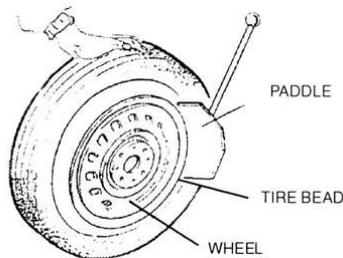

рис.5
- 1) **ВНИМАНИЕ:** Перед выполнением данного этапа полностью спустите воздух из шины, вывернув золотник, и уберите с колеса балансировочные грузы. 2) Полностью сведите кулачки на монтажном столе. 3) Отведите лопату отжима покрышки наружу вручную. Установите колесо напротив резинового буфера. Подведите лопату к покрышке на расстоянии 10 мм от края обода (см. рис. 5). 4) Нажмите педаль отжима до упора, для приведения в действие лопатки. Отпустите педаль, когда лопата переместиться до конца по своему ходу или когда покрышка сместиться во внутреннее углубление обода. 5) Немного поверните шину и повторите процедуру по всей окружности обода, пока покрышка не отойдет полностью от обода. 6) Повторите вышеописанное с другой стороной шины/колеса.